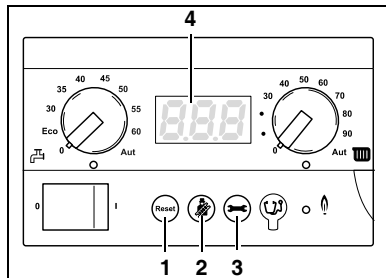

Fig. 22 Regolatore di base BC10
È possibile sfogliare i menu della caldaia sul BC10, servendosi del tasto "Reset", del tasto "Spazzacamino" e del tasto "Indicazione di stato" (fig. 22, **pos. 1, 2 e 3**) e del display (fig. 22, **pos. 4**) con i menu nella tabella 4, 5 e 6.